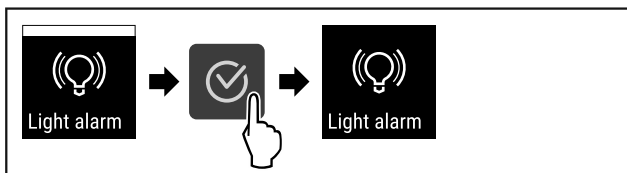

Fig. 120
- ▶ Wykonać czynności (patrz Fig. 120) .